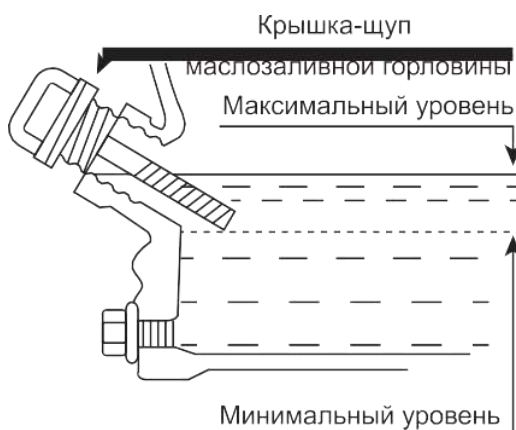

Рис.5 Проверка уровня масла в картере
При недостаточном уровне масла в картере необходимо долить чистое масло до верхней отметки на щупе, что соответствует нижней кромке заливного отверстия (Рис. 5).
**ПРИМЕЧАНИЕ!** Максимальный уровень масла в картере соответствует нижней кромке маслозаливной горловины (Рис. 5).